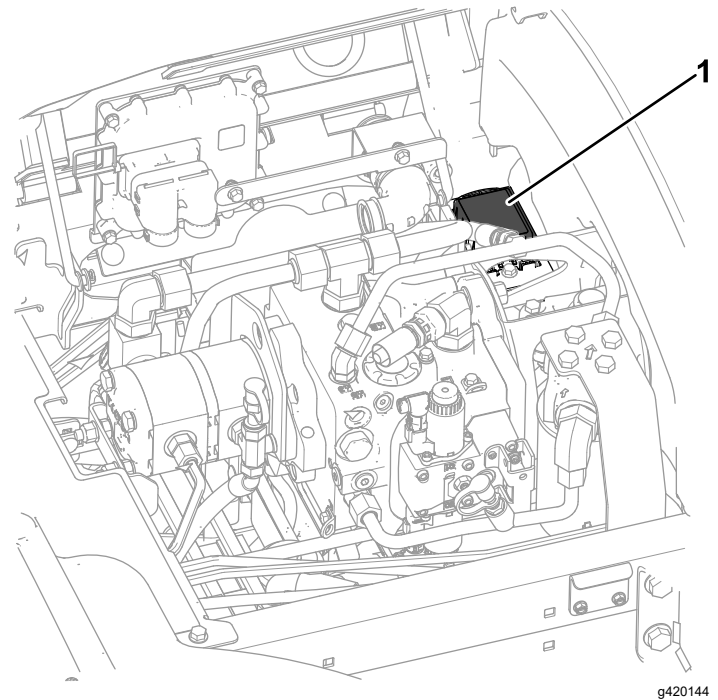

Figure 103
3. Remplacez le fusible défectueux (Figure 103) par un fusible de même type et de même intensité.